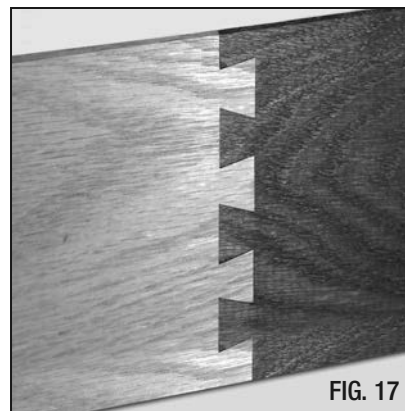

FIG. 17
1. Lorsque vous coupez un joint longitudinal, l'arrondissement crée par le gabarit à queue d'aronde doit être éliminé pour permettre l'assemblage des deux morceaux de bois avec un joint à queue d'aronde. (FIG. 17)